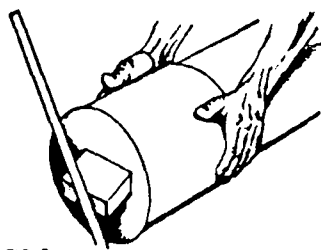

FIG. 6
6.º Passo — Force o conjunto com alavanca até o acoplamento total da luva (fig. 6).